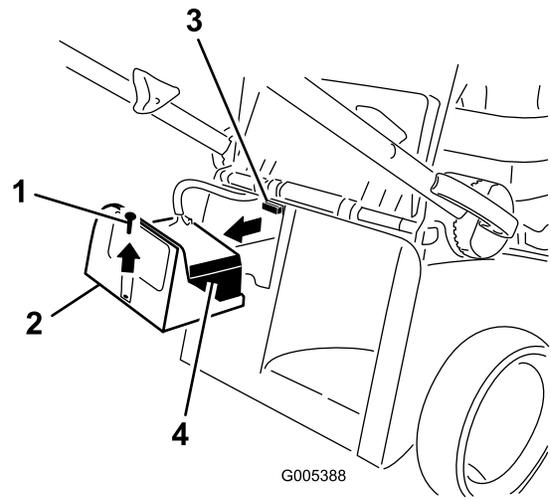

Figura 8
- Retire la tapa de la batería y la batería y localice el portafusibles (Figura 8).